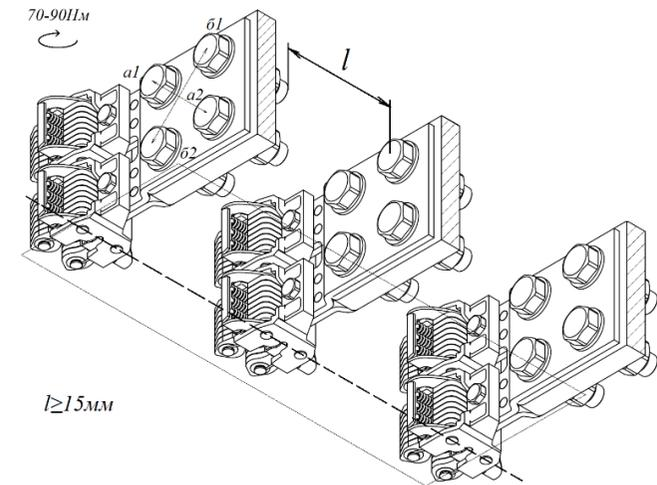

Рис. 4
2.5 Установите и визуально выставите контакты так, чтобы они находились в одной плоскости, параллельной направлению вкатывания (рисунок 4).
Затяните гайки. Затяжку резьбовых соединений следует проводить по диагонали: a1-a2, б1-б2 (рисунок 4) с рекомендуемым усилием 70-90Нм.